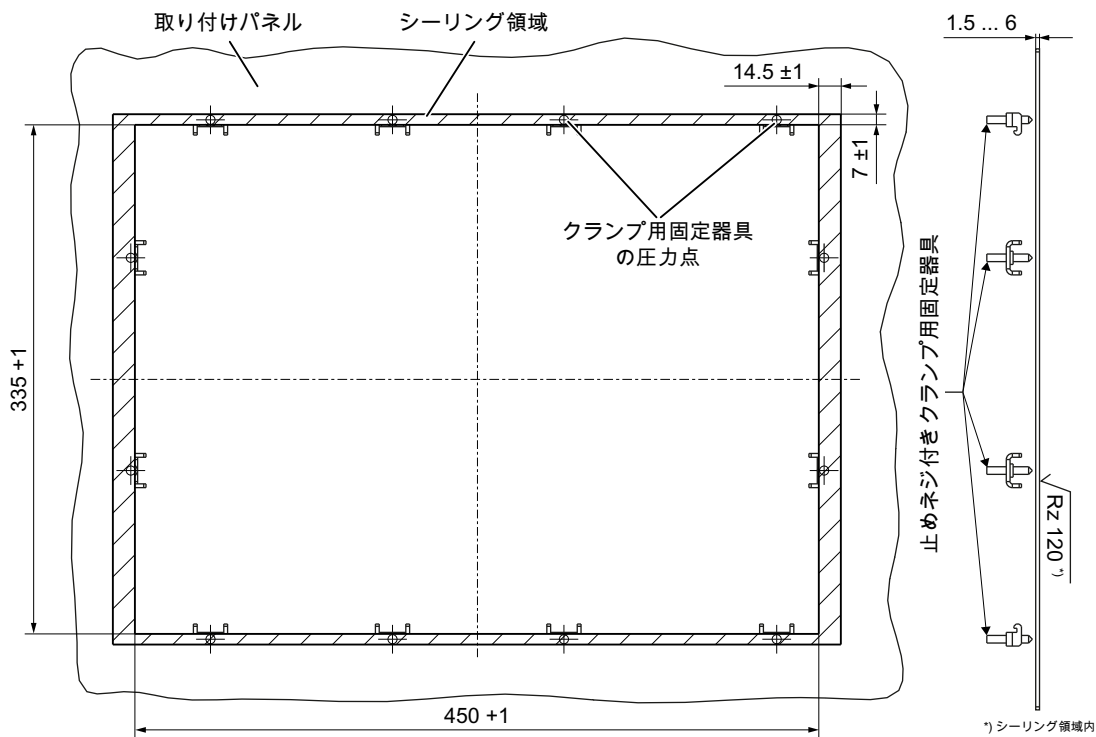

図 9-3 TP 015A 操作パネル取り付けの寸法図
1. 組み立てられたコンポーネント(操作パネルと PCU)を前面からパネル抜き穴に挿入します (図 9-3 TP 015A 操作パネル取り付けの寸法図 (ページ 144)を参照してください)。